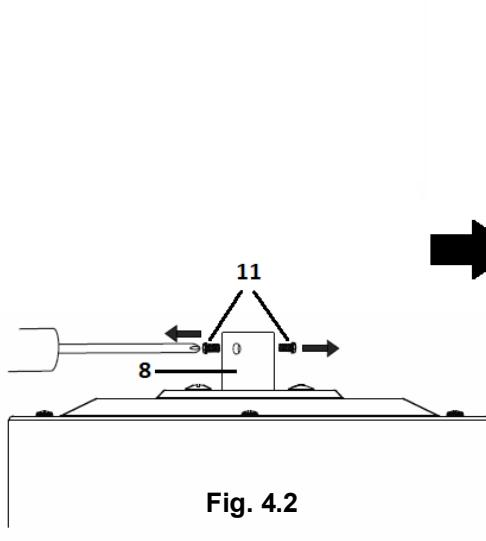

Fig. 4.2
2. Afloje el juego de tornillos (11) del tubo de acoplamiento de la tija (8). (Fig. 4.2)